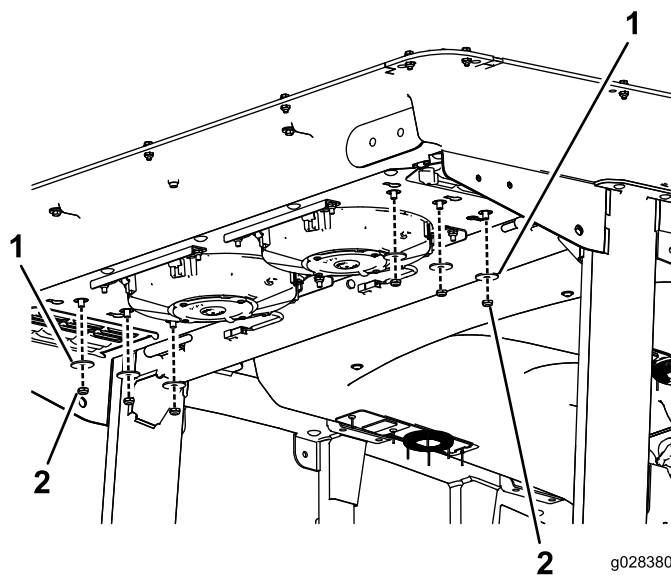

Figura 94
2. Retire as seis porcas e anilhas da parte inferior da traseira da cabina (Figura 94).